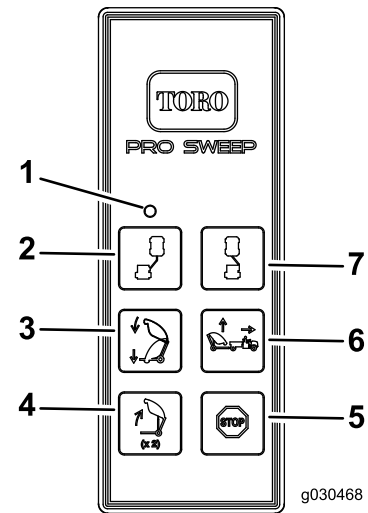

Bild 28
2. Drücken Sie die Taste zum Entleeren der Fangbox für eine Sekunde, lassen Sie die Taste für eine Sekunde los und drücken Sie sie dann erneut (Bild 28).